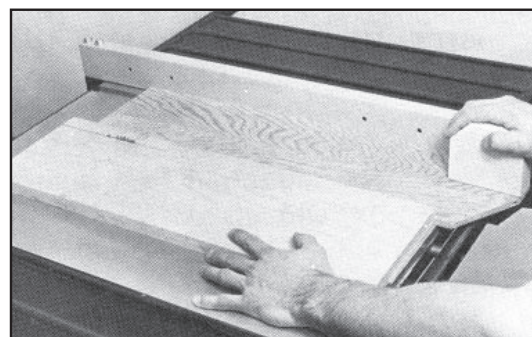
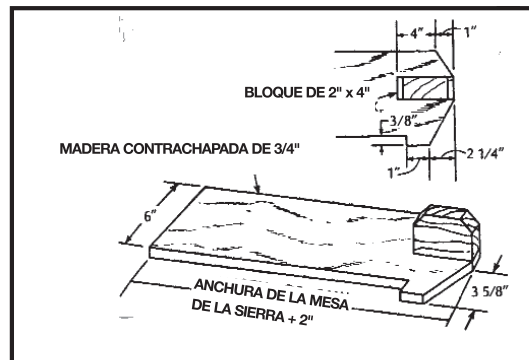

Fig. 42
Fig. 43
3. O corte longitudinal de peças pequenas pode ser perigoso se não for feito cuidadosamente. Peças estreitas normalmente não podem ser cortadas com a proteção em posição. Se a peça for pequena o suficiente, use uma plaina. Ao cortar um material com largura inferior a 2 polegadas (5 cm), uma plaina pode ser um acessório muito útil, já que bastões comuns podem interferir na proteção da lâmina. Ao usar uma prancha de pressão, sua largura deve ser somada à largura da posição da guia de corte. Uma prancha de pressão pode ser feita como mostra a Fig. 43 e deve ser usada como mostra a Fig. 42.